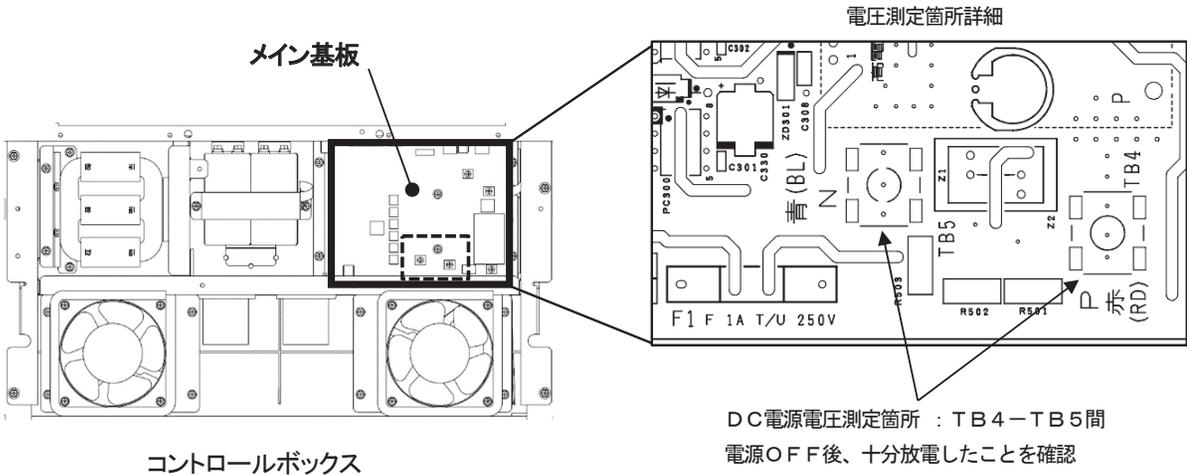
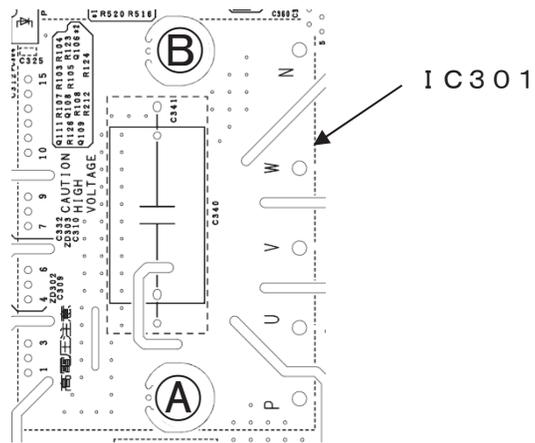

図3. 基板搭載位置および電圧測定箇所
図6. パワートランジスタ（IC301）固定部
- ① 交換作業は、**電源を切って3分後**に実施してください。コントローラのカバーを取外し、**DC電源電圧を測定し十分に放電したことを確認**してください。(図3、5参照)
- ② 対象の基板のコネクタ、丸端子およびパワートランジスタ (IC301) 取付用ねじを外し、基板を取外してください。取外した後、放熱フィンに付着しているシリコングリスをきれいに拭き取ってください。
- ③ 新しい基板の設定スイッチ (SW1, 2) のON/OFF設定を交換前の基板に合わせてください。
- ④ 新しい基板のパワートランジスタ (IC301) 表面に、同梱の**シリコングリスを均一に塗布**して基板を取付けてください。塗布しないと**部品が破損することがあります**。(シリコングリスは使い切ってください。)
- ⑤ 新しい基板のパワートランジスタ (IC301) の取付用ねじを締め、コネクタおよび丸端子を元の状態に接続してください。(図6および表1参照)